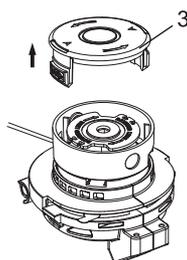

Fig. 13
2. Tout en appuyant sur les deux boutons de verrouillage de la bobine, retirer le capuchon de la bobine (3) du boîtier de la bobine (Fig. 13).